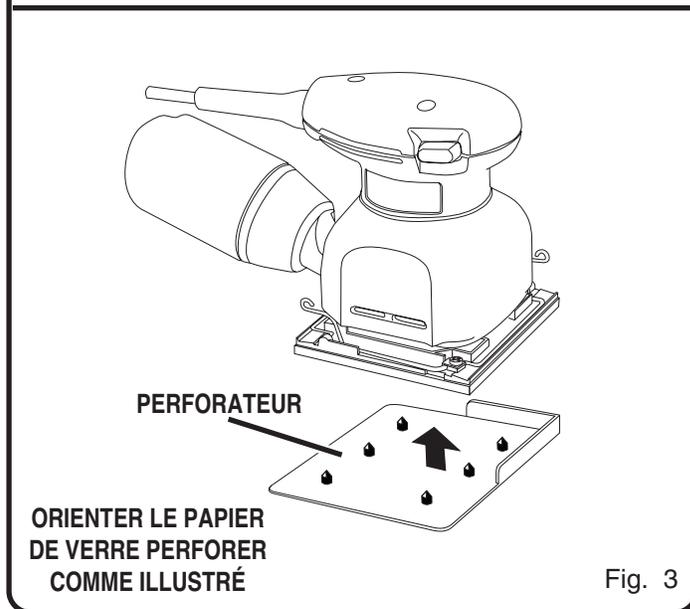

Fig. 3
Voir la figure 3.
2. Aligner le coussinet de la ponceuse sur le perforateur. Voir la figure 3.